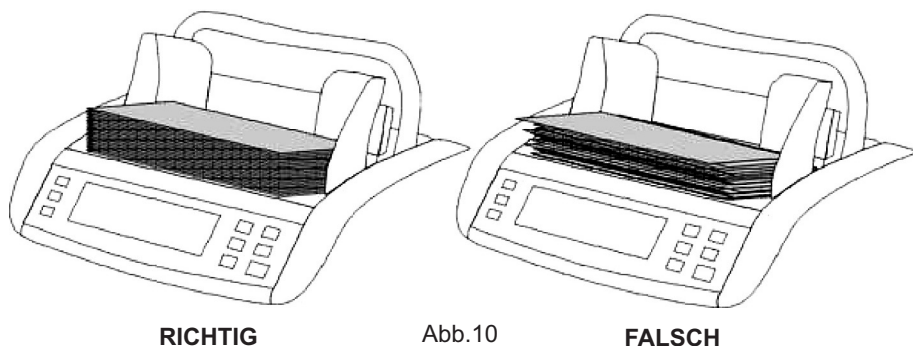

Abb.10
- Legen Sie die zu zählenden Banknoten in das Aufnahmefach ein, wie es auf der Abbildung 10 dargestellt wird.